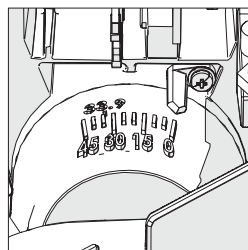

Rys. 20
- poluzować dźwignię blokady skosu (**Rys. 20**).